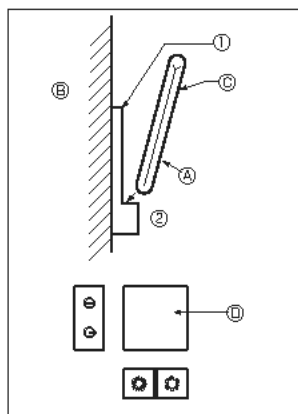
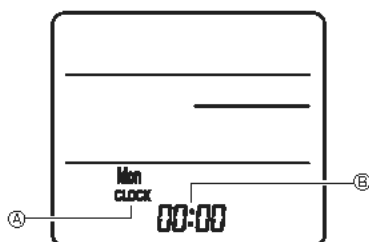

Fig. 7-7
Fig. 7-8
2) Installasjonsmetode (Fig. 7-7)
- ① Fest fjernkontrollholderen til ønsket sted ved hjelp av 2 selvgjengende skruer.
- ② Plasser den nedre ende av kontrolleren inn i holderen.
③ Fjernkontroll ④ Vegg ⑤ Skjermpanel ⑥ Mottaker
3) Innstilling (Klokkeinnstilling) (Fig. 7-8)
- ① Sett inn batteriene eller trykk på **CLOCK**-knappen med noe skarpt.